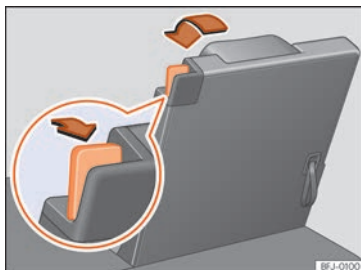

Fig. 118 Troisième rangée de sièges : placer le siège en position de plancher de chargement.
- Tirez le levier de déverrouillage »» fig. 118 complètement vers l'arrière pour déverrouiller le dossier du siège.
- Tirez la boucle située sur le dossier du siège »» fig. 118 pour relever le dossier. **OU** : relevez manuellement le dossier du siège depuis l'habitacle.
- La marque rouge sur le levier de déverrouillage »» fig. 118 ne devra pas être visible.
- Une marque rouge sur le levier de déverrouillage »» fig. 118 indique que le dossier n'est pas encastré. Si le dossier est bien encastré, la marque n'est pas visible.